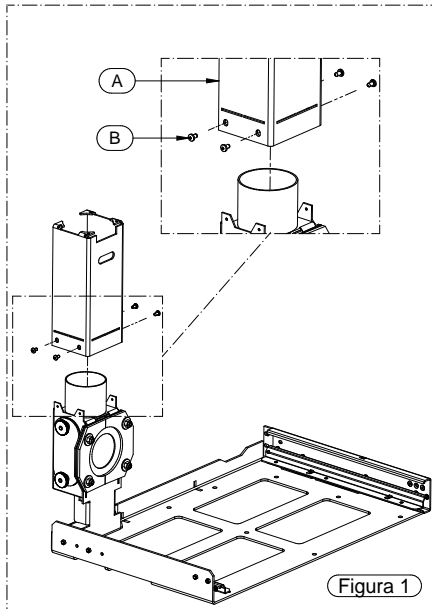

Figura 1
- Assemblare la staffa A sulla base fissa, attraverso le 4 viti (B) TBFR+3,9X13 (vedi Figura 1).